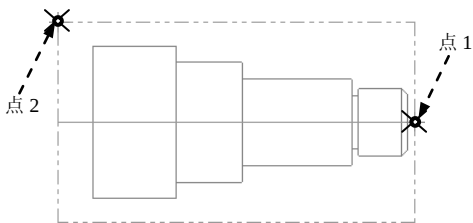
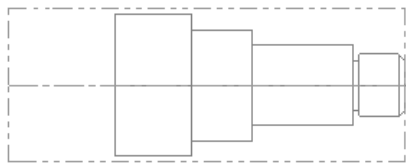

图 8.12.3 定义工件位置
图 8.12.4 预览工件形状和位置
Step3. 设置工件的尺寸。在“机床组件管理器 - 毛坯”对话框中单击 **由两点产生(2)...** 按钮，然后在图形区选取图 8.12.3 所示的两点（点 1、点 2 的位置大致如图所示即可），系统返回到“机床组件管理器 - 毛坯”对话框，在 **外径** 文本框中输入值 50.0，在 **长度** 文本框中输入值 130.0，在 **轴向位置** 区域的 **Z:** 文本框中输入值 0.0，其他参数采用系统默认设置值，单击 **预览车床边界** 按钮查看工件，如图 8.12.4 所示。按 Enter 键，然后在“机床组件管理器 - 毛坯”对话框中单击 **✓** 按钮，系统返回至“机床群组属性”对话框。